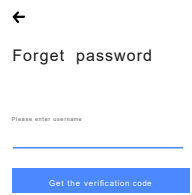

Abbildung 2.8 Passwort zurücksetzen
- a) Klicken Sie auf der Anmeldeseite auf „Passwort vergessen“, um die Seite zum Zurücksetzen des Passworts aufzurufen, wie in Abbildung 2.8 gezeigt.